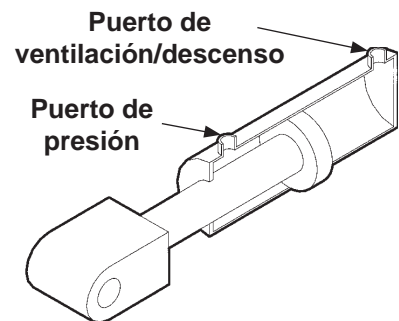

FIG. 35-1
5. Inspeccione el cilindro hidráulico. Con la plataforma sobre el suelo, retire el tapón (con respiradero) o línea de ventilación del puerto de ventilación/descenso del cilindro (**FIG. 35-1**). Eleve la plataforma hasta nivel de cama. Deje accionado el motor dos segundos más mientras inspecciona el puerto de ventilación/descenso en busca de fluido hidráulico; es normal que salgan unas cuantas gotas pero si es un flujo constante significa que los sellos del pistón están desgastados. De ser así, reemplace los sellos.